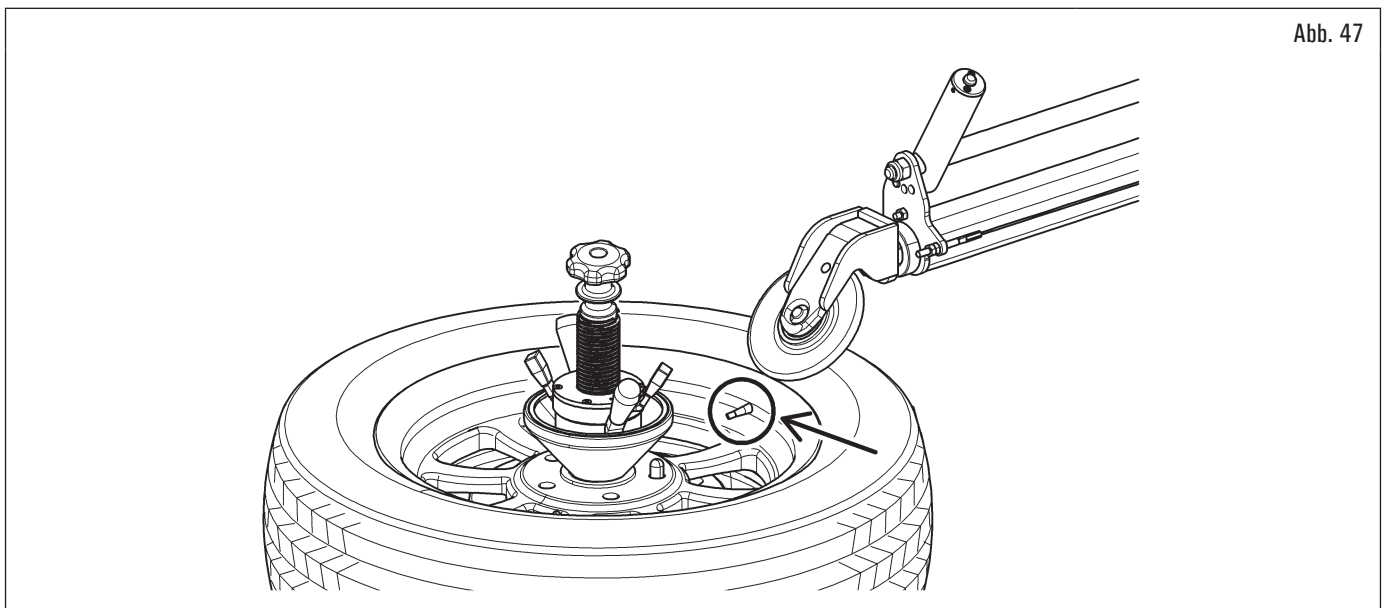

Abb. 47
4. aktivieren Sie die Drehung des Rads, bis das Ventil in Übereinstimmung mit der oberen Abdrückrolle positioniert ist (Abb. 47);